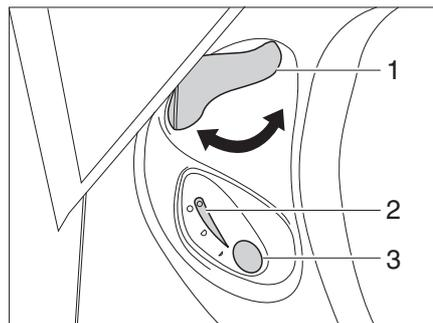

Fig. 144 Unidad de mando inodoro Thetford
- Antes del lavado, abrir la corredera del inodoro Thetford. Para ello, girar la palanca de corredera (Fig. 144,1) en sentido contrario a las agujas del reloj.
- Para lavar, pulsar el botón de lavado azul (Fig. 144,3).
- Tras el lavado, cerrar la corredera. Para ello, girar la palanca de corredera (Fig. 144,1) en sentido de las agujas del reloj.
La luz de control (Fig. 144,2) se enciende cuando es necesario vaciar el cassette Thetford.
- Girar la palanca de corredera (Fig. 144,1) en sentido de las agujas del reloj. Se cierra la corredera. Para el vaciado **debe** estar cerrada la corredera en el inodoro Thetford.